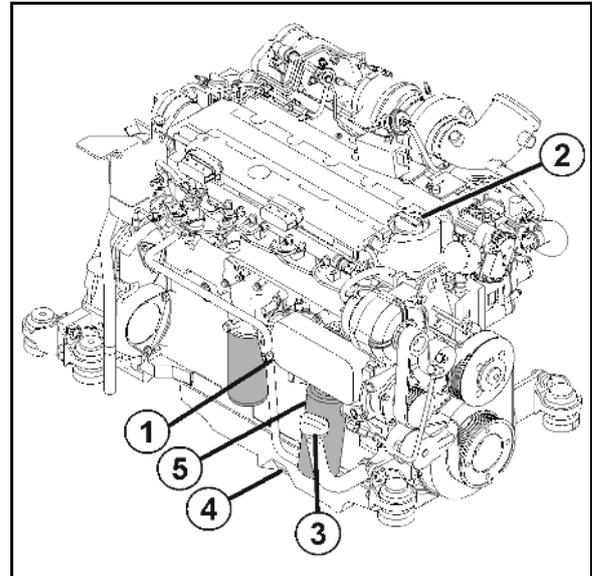

Fig. 162
2. Saque la varilla de medición del nivel de aceite (Fig. 162/1) y límpiela con un paño limpio.
4. Si es necesario, eche el aceite que se haya prescrito (Fig. 162/2,3) por la apertura de llenado.
5. Desenroscar el tornillo de descarga de aceite (Fig. 162/4).